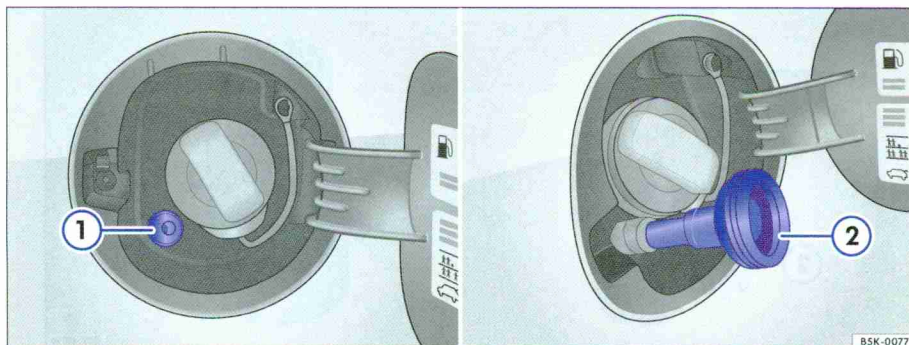

Fig. 155 Trappe à carburant avec goulotte de remplissage de gaz ① et adaptateur ②.
- Dévissez le capuchon de la goulotte de remplissage de gaz ⇒ fig. 155 ①.
- Vissez l'adaptateur requis ② sur la goulotte de remplissage de gaz.